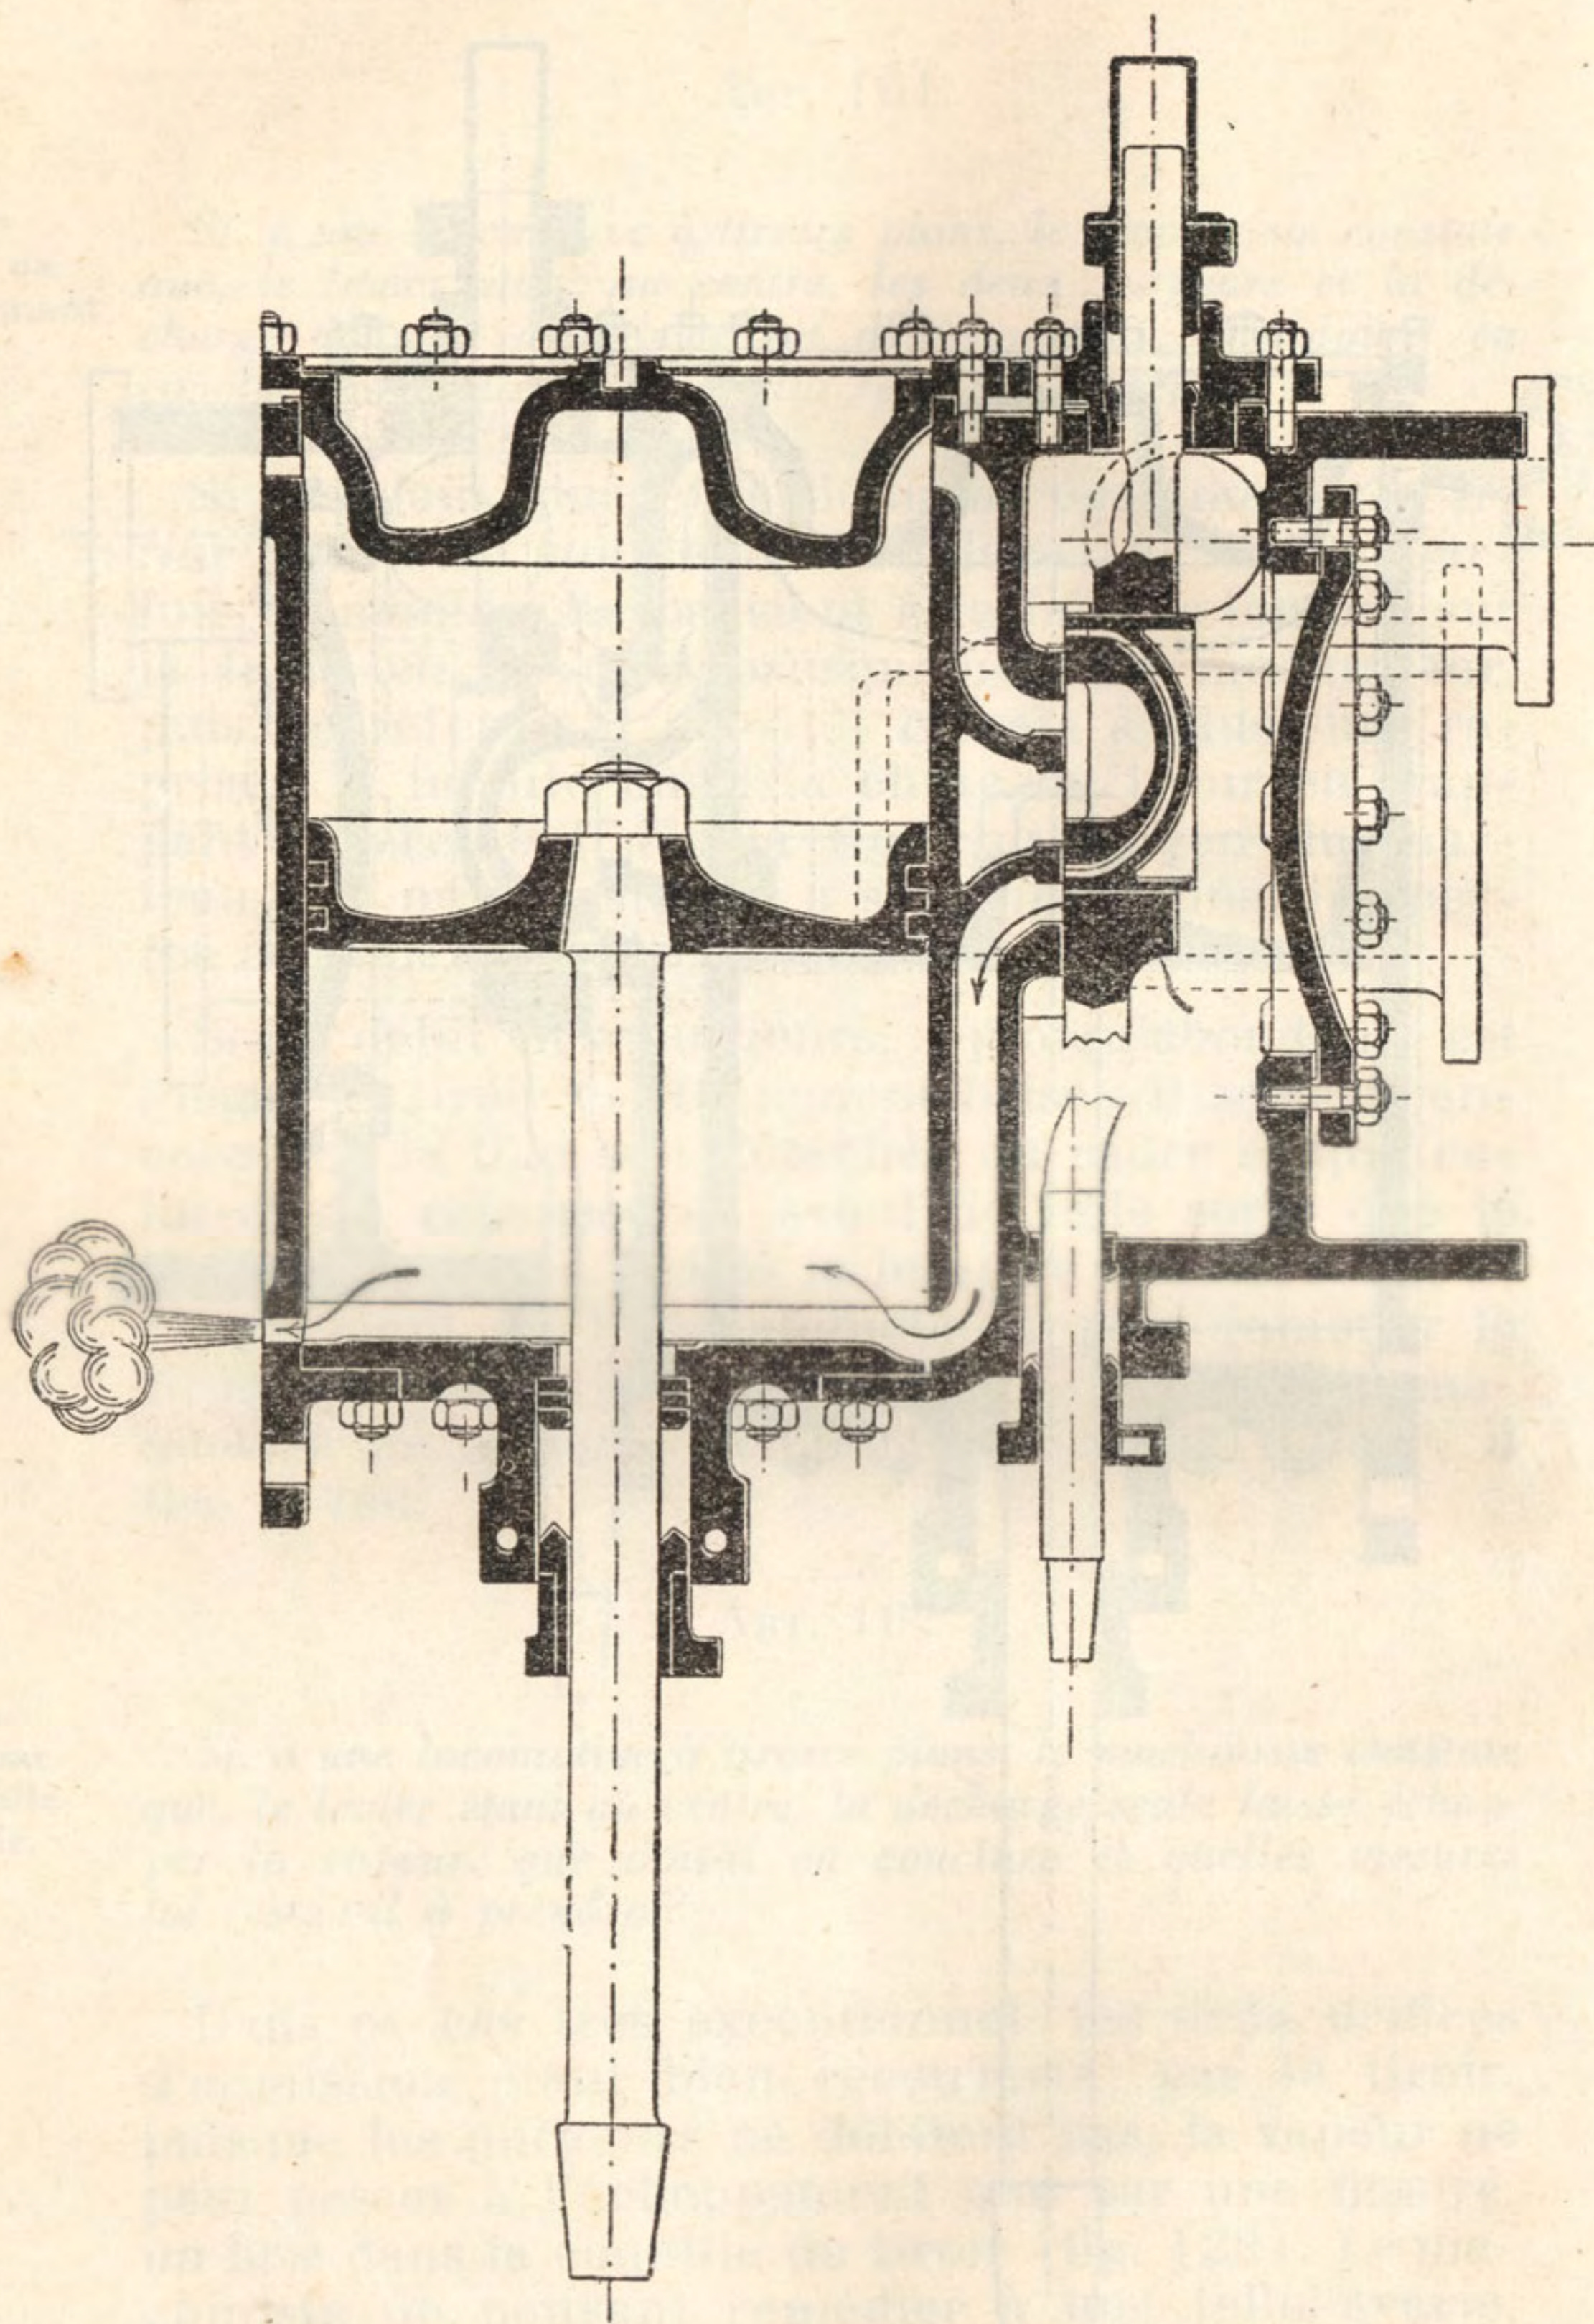

Fig. 124. -- La tige du tiroir est brisée.
a) Si le tiroir est séparé de sa tige (fig. 124), le même purgeur ne cessera de débiter et il restera seul à le faire.